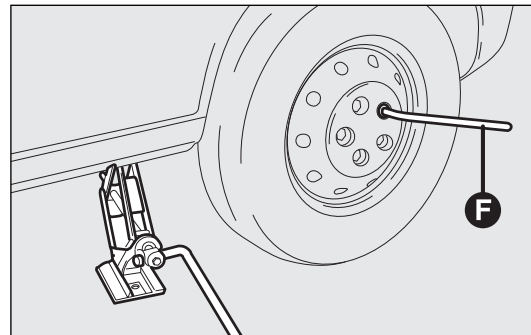

fig. 171
- aflojar completamente con la llave F-fig. 171 los tornillos y extraer la rueda;